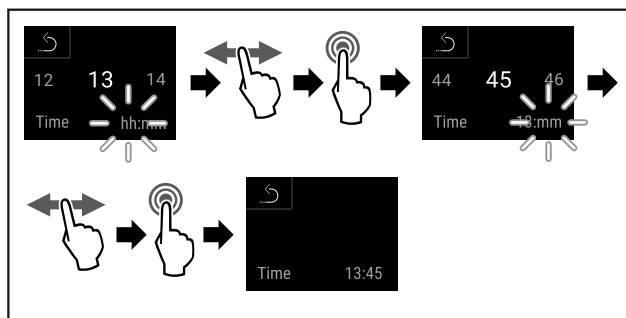

Fig. 107
- ▶ Eseguire i passi (vedere Fig. 107).